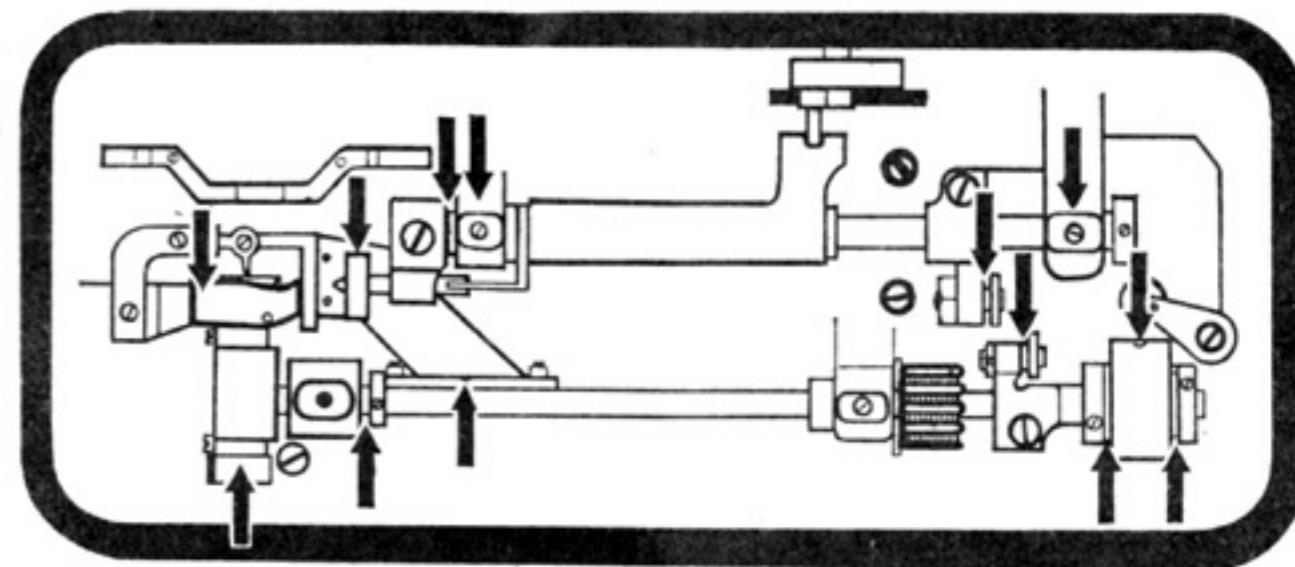

Рис. 36
23. Уход за машиной (рис. 36 и 37)
Перед началом пользования машины необходимо смазать ее соответственно стрелкам на рис. 36 и 37.